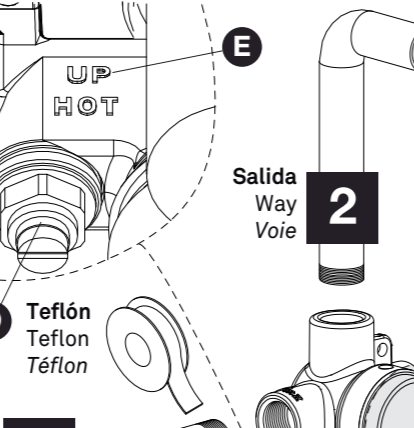

Fig. 10
- 6) Para comprobar la ausencia de fugas en la instalación coloque tapones en las salidas (Fig. 10).
- 6) Place plugs in the outlets in order to check for possible water leakages in the installation (Fig. 10).
- 6) Pour vérifier l'absence de fuite dans l'installation, placez les bouchons sur les sorties (Fig. 10).